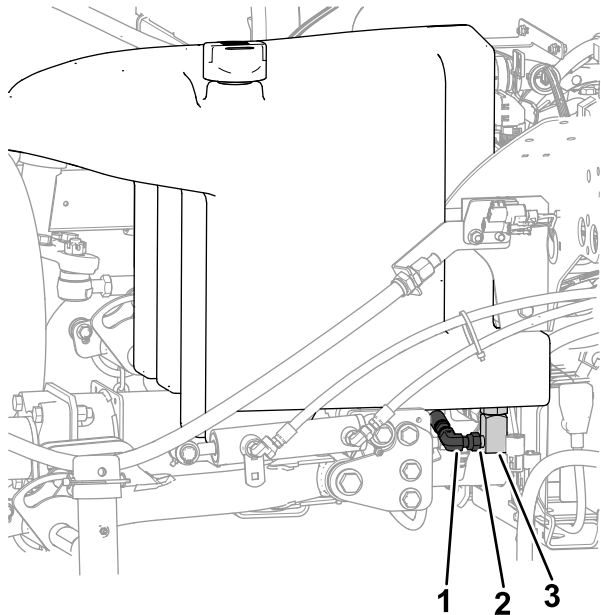

Figura 146
2. Așază o tavă de scurgere mare sub colectorul (Figura 146) din partea de jos a rezervorului hidraulic; consultă Verificarea nivelului de ulei hidraulic \(Pagină 82\).